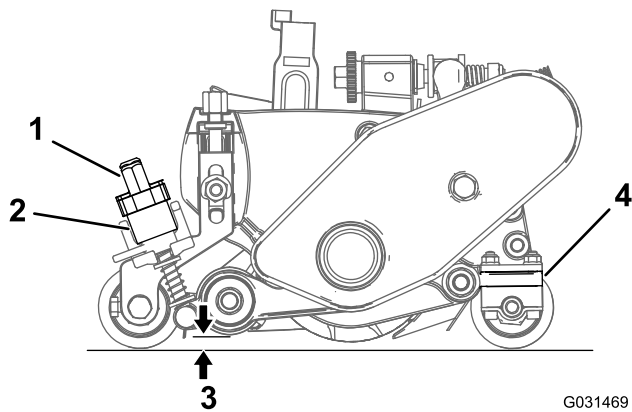

Figura 28
2. Ruotate le leve di sollevamento rapido (Figura 28) portandole in posizione di FUNZIONAMENTO
- All'estremità del cilindro del grommer, misurate la distanza tra la punta inferiore della lama grooming e la superficie di lavoro (Figura 28). Girate la manopola di regolazione dell'altezza (Figura 28) per sollevare o abbassare la punta della lama del grommer all'altezza opportuna.